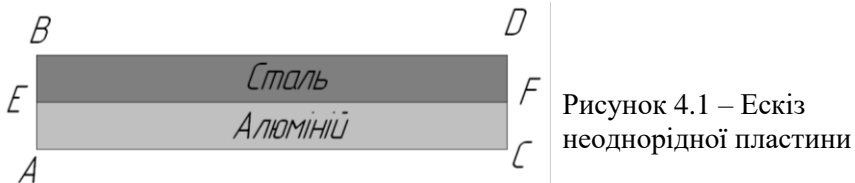

Рисунок 4.1 – Ескіз неоднорідної пластини
- клікніть по черзі на точки A і B (означені на рис. 4.1), [ОК]. Значення $RAT1$ залиште 0.5 , [ОК]. Отримуємо точку E .
- виділяємо лінію *BD* (рис. 4.1), [OK]. Введіть All DOF і введіть значення температури VALUE = 20, [OK].
4.11. Закріплюємо конструкцію по лінії *AB* (рис.4.1) за всіма напрямками: